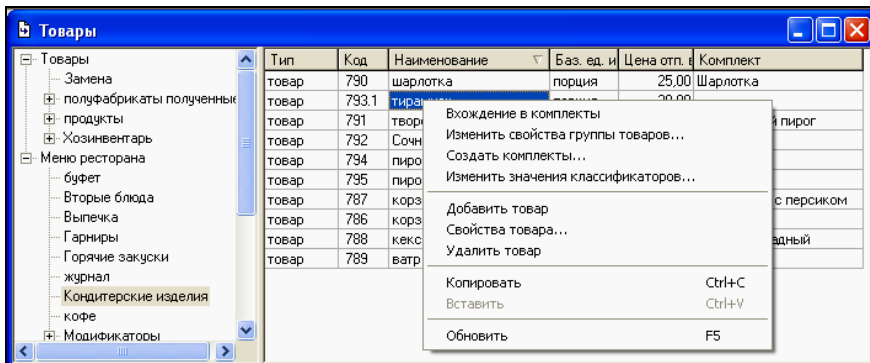

Рис. 52
- ✓ Вызовите всплывающее меню из области списка товаров, пункт *Создать комплекты...* (см. Рис. 52)